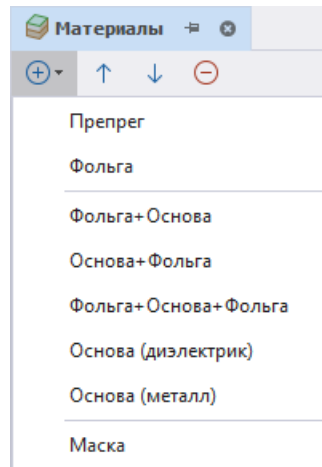

Рис. 80 Выбор конструктивного элемента
2. В выпадающем списке выберите конструктивный элемент, см. Рис. 80.